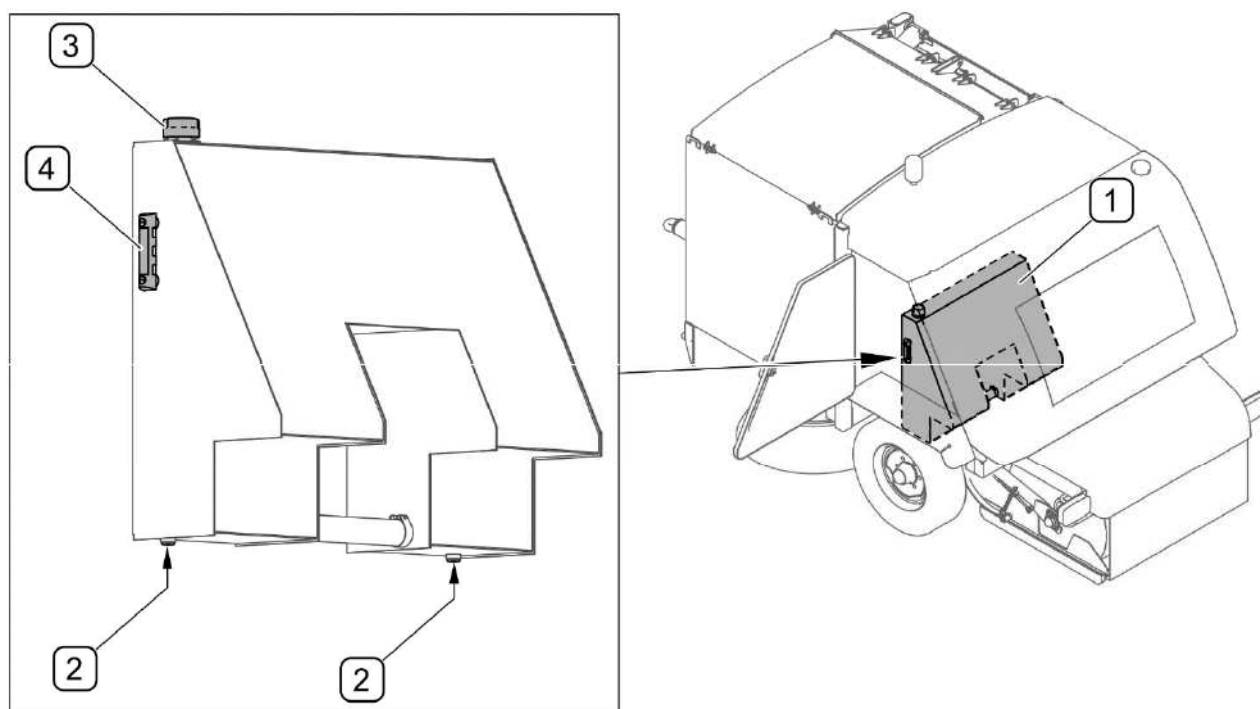

РИСУНОК 5.16 Маслобак гидравлической системы
Маслобак (1) гидравлической системы вмещает 190 литров гидравлического масла HL-32. Необходимо периодически контролировать уровень масла на показателе уровня масла (4) (РИСУНОК 5.16). Доступ к показателю уровня масла (4) возможен после открытия заднего левого кожуха.
Для замены масла в маслобаке гидравлической системы (РИСУНОК 5.16) необходимо: